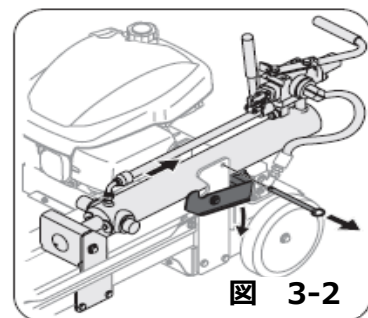

図 3-2
1. ロッキングピンを抜いて、収納ポジションからロックポジション (操作ポジション) へ、ハンドルを使いシリンダーを移動させます。(図3-2参照)